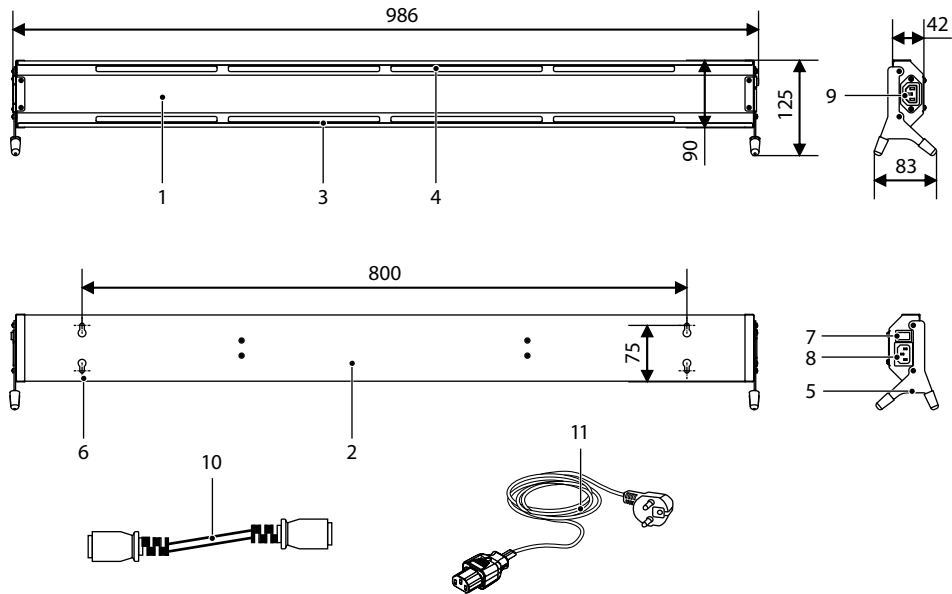

Рис. 1
2. Для монтажа конвектора на стене с помощью уровня и рулетки (линейки) следует разметить отверстия. Межцентровое расстояние посадочных отверстий указано на чертеже (рис. 1).